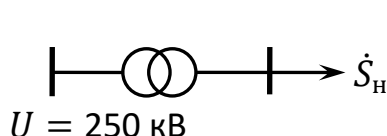

Рис. 1.4. Схема электрической сети.
4. Выбрать рациональную отпайку РПН трансформатора типа ТРДН–40000/220. Нагрузка в максимальном режиме $\dot{S}_H = (50 + j20)$ МВ·А. Исходная схема сети и схема замещения показаны на рис. 1.4 и 1.5, соответственно. Напряжение на высшей стороне трансформатора 205 кВ. Трансформатор имеет пределы регулирования $\pm 8 \times 15\%$.